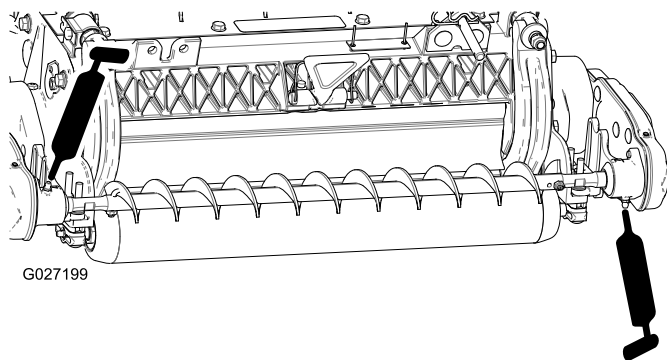

图17
3. 用 2 号通用型锂基润滑脂润滑每个滚筒刷轴承座上的黄油嘴（图17）。